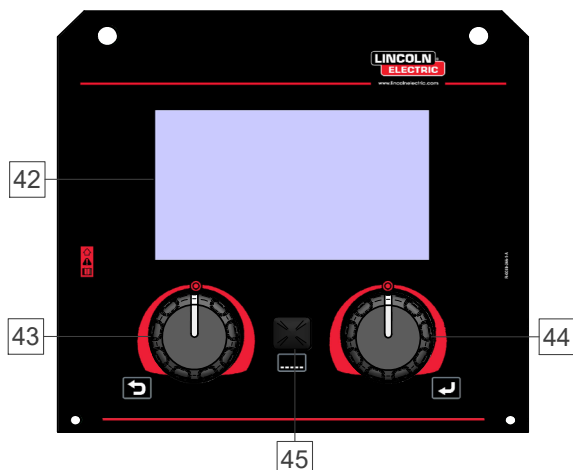

Bild 8
- Avancerad vy (Bild 8)
- Välj en av vyerna (Standard - Bild 7 eller Avancerad - Bild 8).